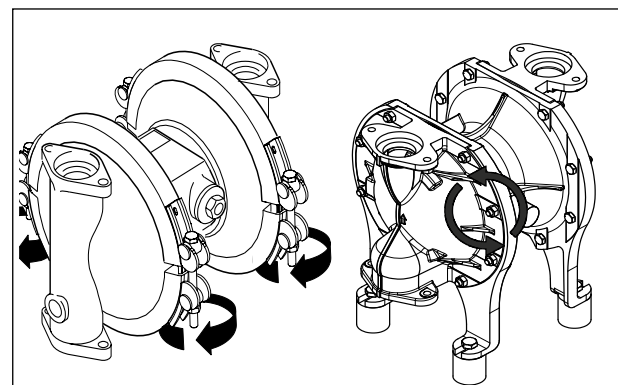

Fig. 9: Aprire le fascette o svitare le viti (con pompe in esecuzione avvitata).
- Staccare gli espansori (per evitare che i dadi e i perni in acciaio inox si blocchino, eventualmente lubrificare) (Fig. 9). Nelle versioni in acciaio inox lucidato (DB, DH), aprire il collegamento a vite del raccordo milchrohr.